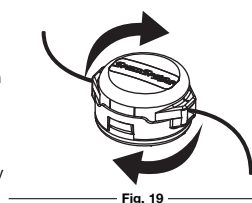

Fig. 19
Gire toda la unidad a modo de que el accesorio de corte se ubique a un ángulo de 30° con el suelo (Fig 19).
2. Quite la tapa dejando que salga o es posible que sea necesario mover un poco la tapa y luego sacar la bobina (Fig. 19)